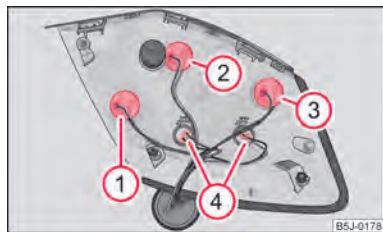

Fig. 166 Lampa din spate: Poziția becurilor
- Pentru a înlocui un bec, rotiți fișa becului spre stânga (în direcția săgeții de pe carcasă) și scoateți-o din carcasă ⇒ fig. 166 înspre dreapta.
Disponerea becurilor din lampa din spate ⇒ fig. 166.